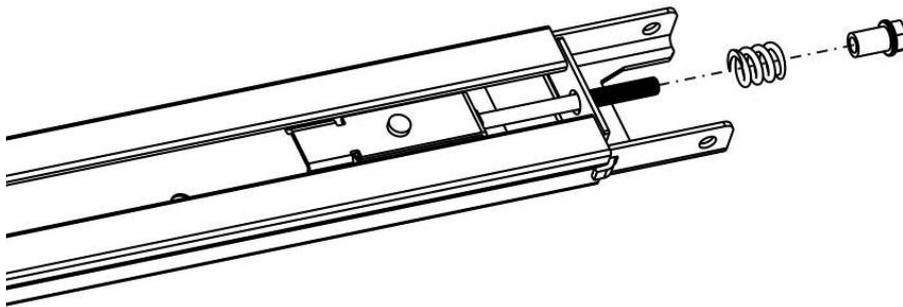

Fig. 10
5. Como en la Fig. 10, deshaga la tuerca y el resorte;